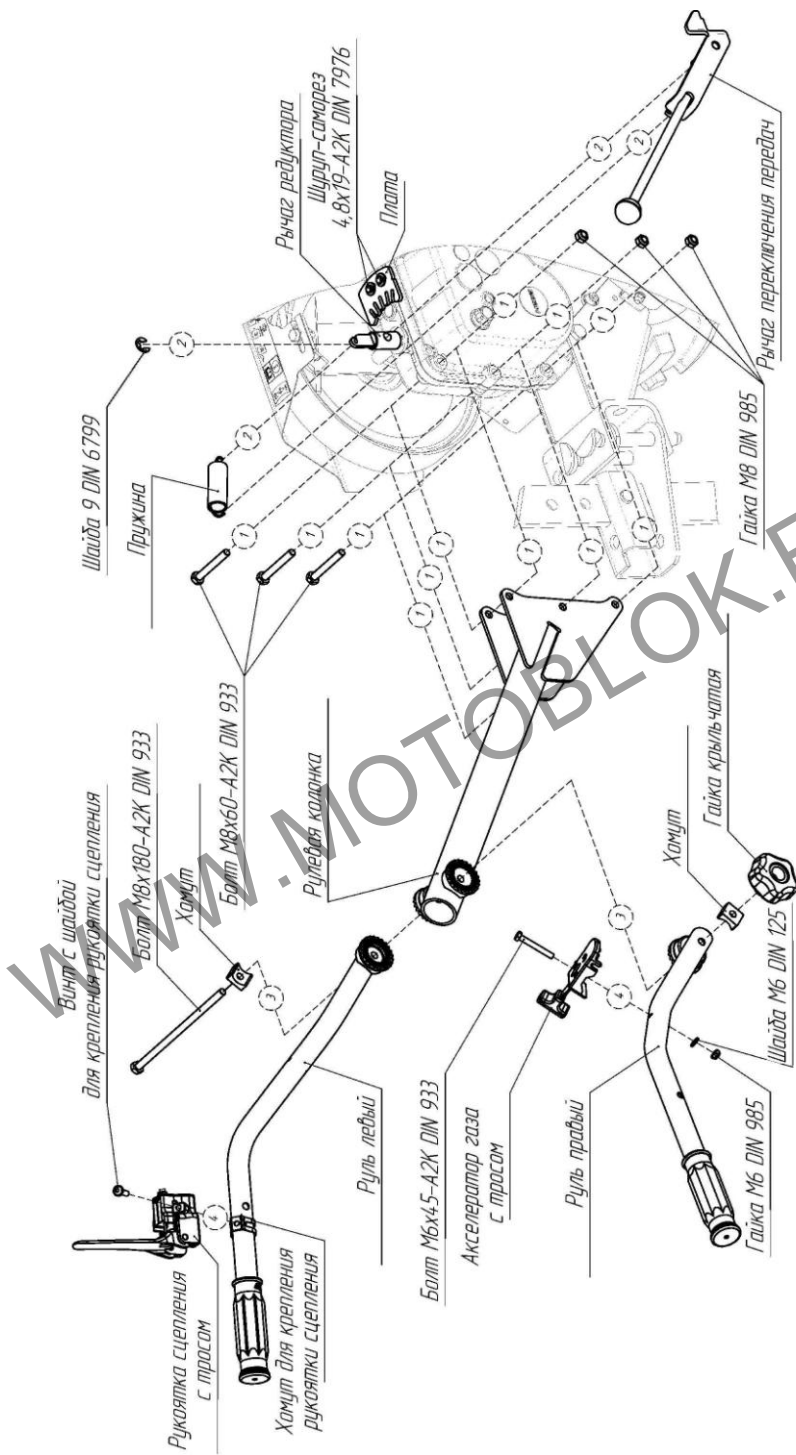

Рис.8. Схема установки на мотоцикл деталей, демонтированных для облегчения упаковки и транспортировки.
3. После установки руля на раму мотоблока следует закрепить акселератор газа с тросом в отверстии на правой половине руля с помощью винта М6, пружинной шайбы и гайки М6, проверить работу механизма возвратно-поступательными движениями рычага (рис. 8).
Установить Рычаг переключения передач в отверстие на Рычаге редуктора и зафиксировать его Шайбой. (Рис.8, 8.1.)
Завести Пружину в зацепление сначала с Рычагом редуктора, затем с Рычагом переключения передач. (Рис.8, 8.1.)